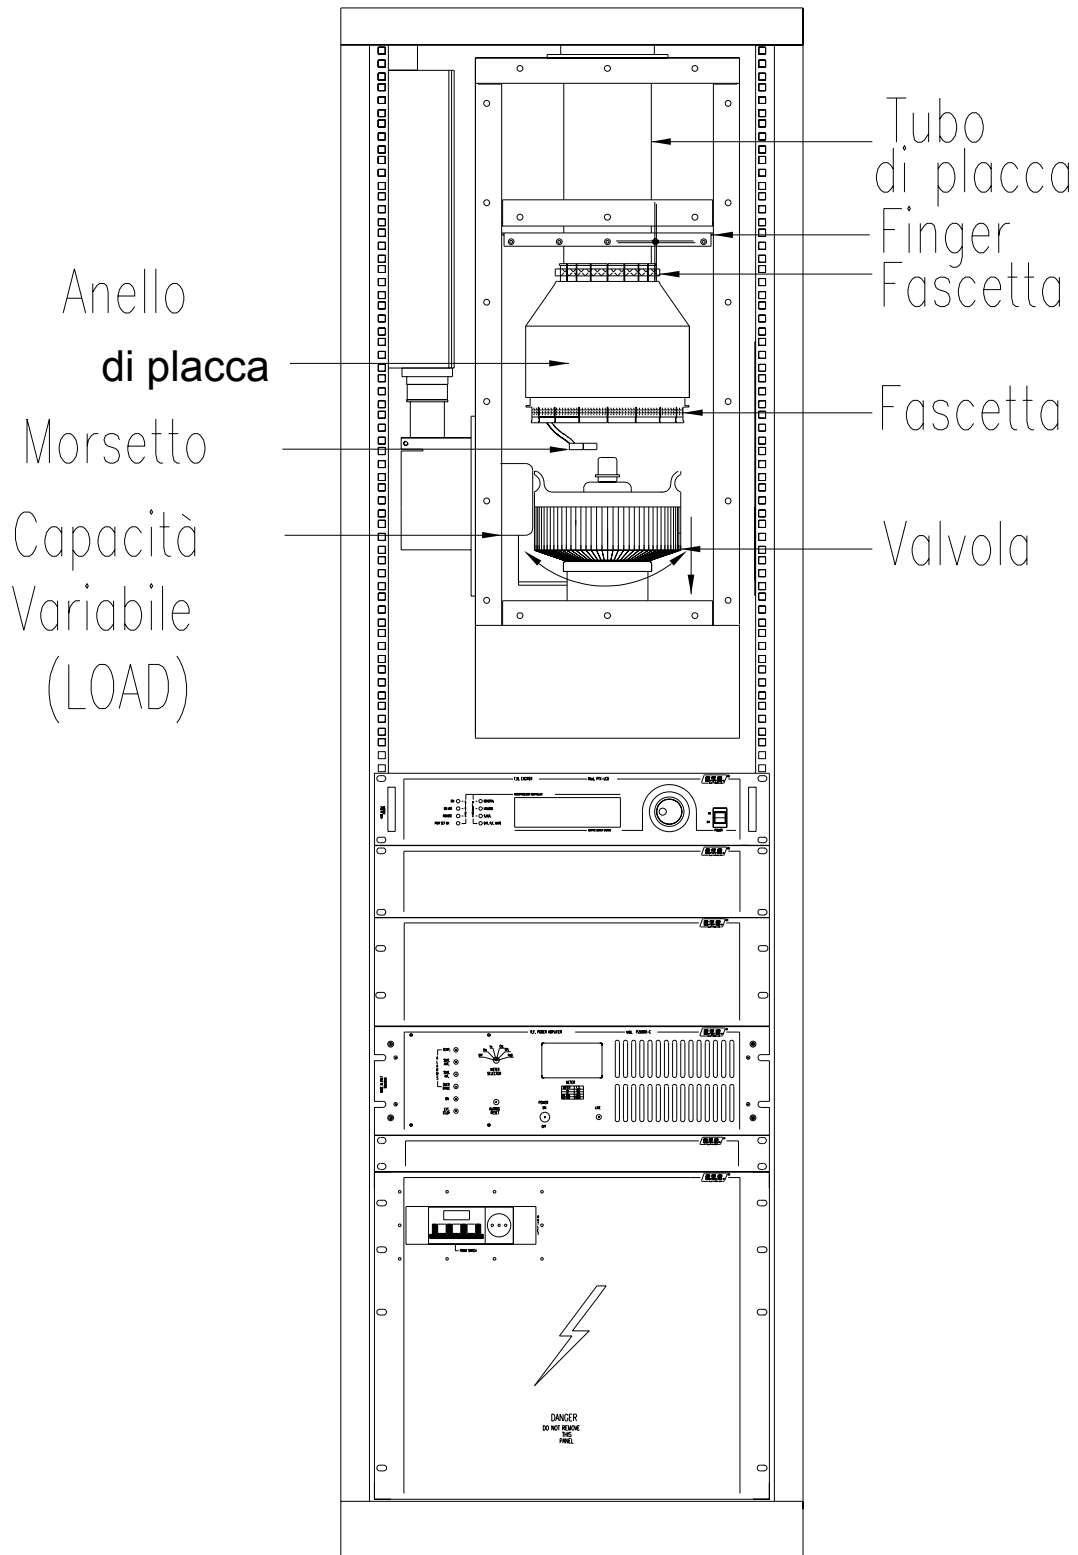

FIGURA 17 **VISTA DI RIFERIMENTO** **INSTALLAZIONE VALVOLA N°2****RIF.**
- 6) Una volta innestata la valvola, fissare il blocchetto per portare l'Alta Tensione sul cappuccio della valvola (FIGURA 17). E' molto importante serrare correttamente il blocchetto (usando una chiave a brugola per vite M5), in modo che non possa uscire dalla valvola.